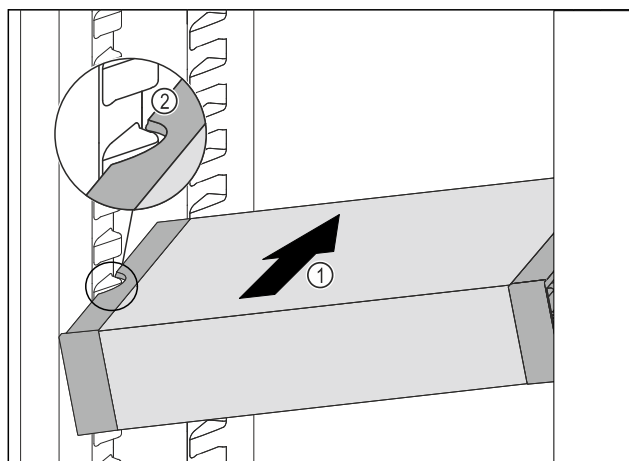

Fig. 98
- ▶ VarioSafe gurajte koso u hladnjak Fig. 98 (1) sve dok se bočni otvori Fig. 98 (2) ladice VarioSafe ne nađu na visini žljeba spremnika u hladnjaku.